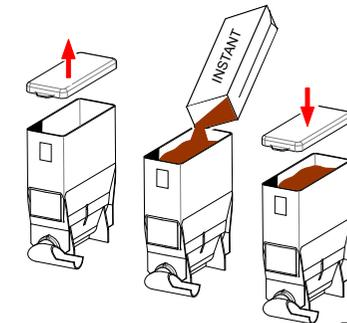

Fig. 16
- Remplissez le(s) bac(s) avec le produit correspondant (fig.16), reportez-vous au tableau 7, 8 ou 9.